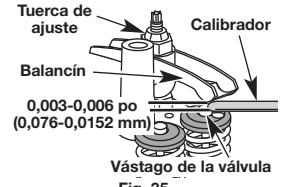

Fig. 35
- Gire la tuerca de ajuste con una llave de 8 mm (5/16 pulgadas) o una guía de tuercas (Fig. 35).